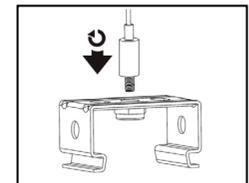

Рис. 5
- Для установки осветительного прибора на подвесы можно использовать тросовую систему подвеса (рис. 5). **Внимание!** Тросовая система в комплект поставки не входит.